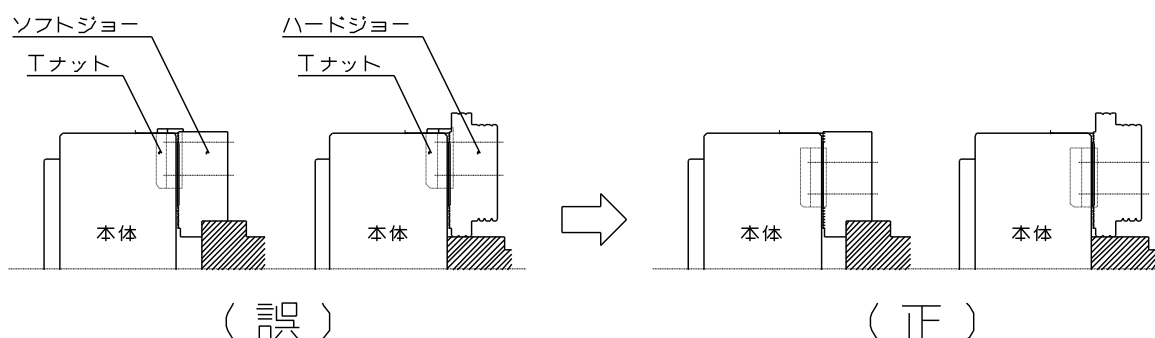

図9
- T ナットはマスタジョーより飛び出さない状態で使用すること。(図9 参照)